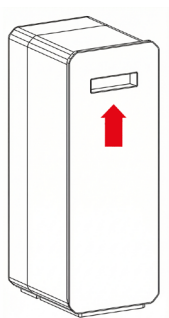

Fig. 1-1
17.3 – Rimuovere il pannello frontale in plastica, afferrandolo dalla maniglia e sollevandolo verso l'alto e tirando verso l'esterno, vedi Fig.1-1, 1-2 e 1-3.